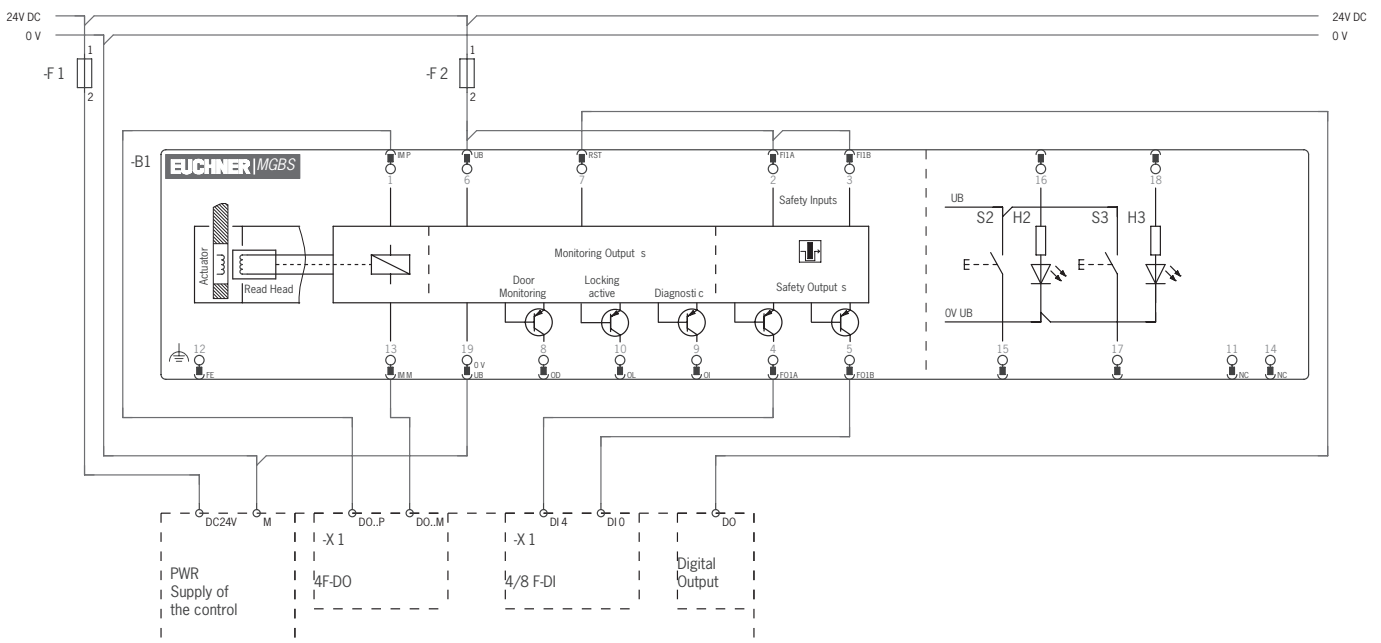

Bild 7: Anschlussbeispiel für den Anschluss an ET200
- ▶ Die Sicherheitsausgänge (F) (FO1A und FO1B) können an die sicheren Eingänge einer Steuerung angeschlossen werden. Voraussetzung: der Eingang muss für getaktete Sicherheitssignale geeignet sein (OSSD Signale, wie z. B. von Lichtgittern). Die Steuerung muss dabei Testimpulse auf den Eingangssignalen tolerieren. Dies lässt sich üblicherweise in der Steuerung parametrieren. Beachten Sie hierzu die Hinweise des Steuerungsherstellers. Die Pulsdauer Ihres Zuhaltemoduls entnehmen Sie bitte dem Kapitel 14. *Technische Daten auf Seite 38.*
- ▶ Bei einer zweikanaligen Ansteuerung der Magnetspannung durch sichere Ausgänge einer Steuerung sind folgende Punkte zu beachten (siehe auch *Bild 7 auf Seite 31*):